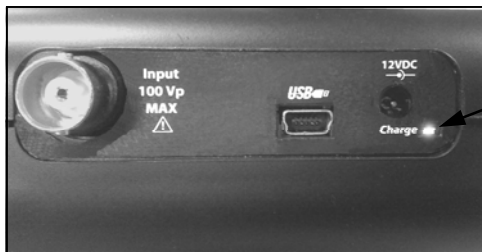

Fig. 3.0
- ⇒ Il LED d'indicazione **“Charge”** sul pannello frontale si illumina quando le batterie sono in carica (vedere fig.3.0).